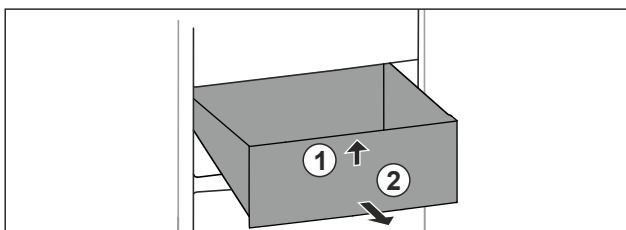

Fig. 69
- ▶ Schubfach vorne anheben. Fig. 69 (1)
- ▶ Schubfach nach vorne entnehmen. Fig. 69 (2)